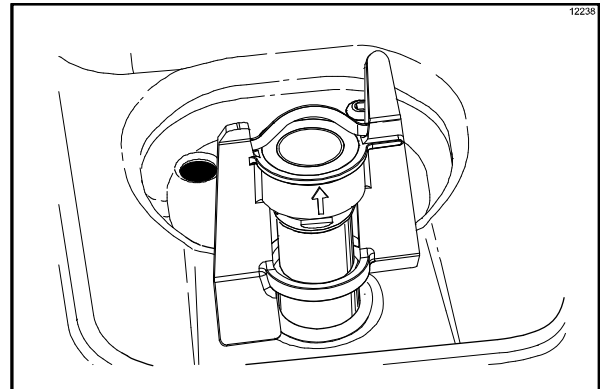

Abbildung 160
16. Rührflügeleinheit auf das Rührflügel-Antriebswellengehäuse aufsetzen. (Siehe Abbildung 160.)